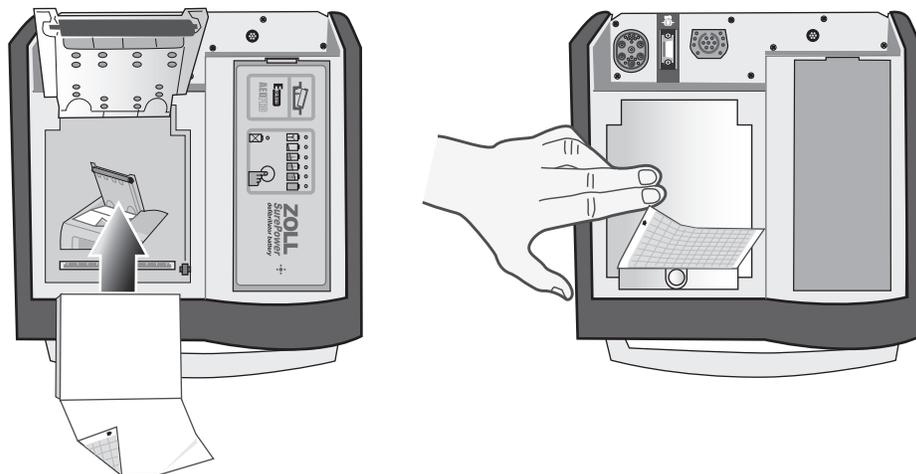

**Abbildung 12-5. Öffnen der Druckerklappe**
1. Drücken Sie die Entriegelungstaste, warten Sie, bis sich die Druckerklappe geöffnet hat (siehe Abbildung 12-5), und entnehmen Sie das Papier.